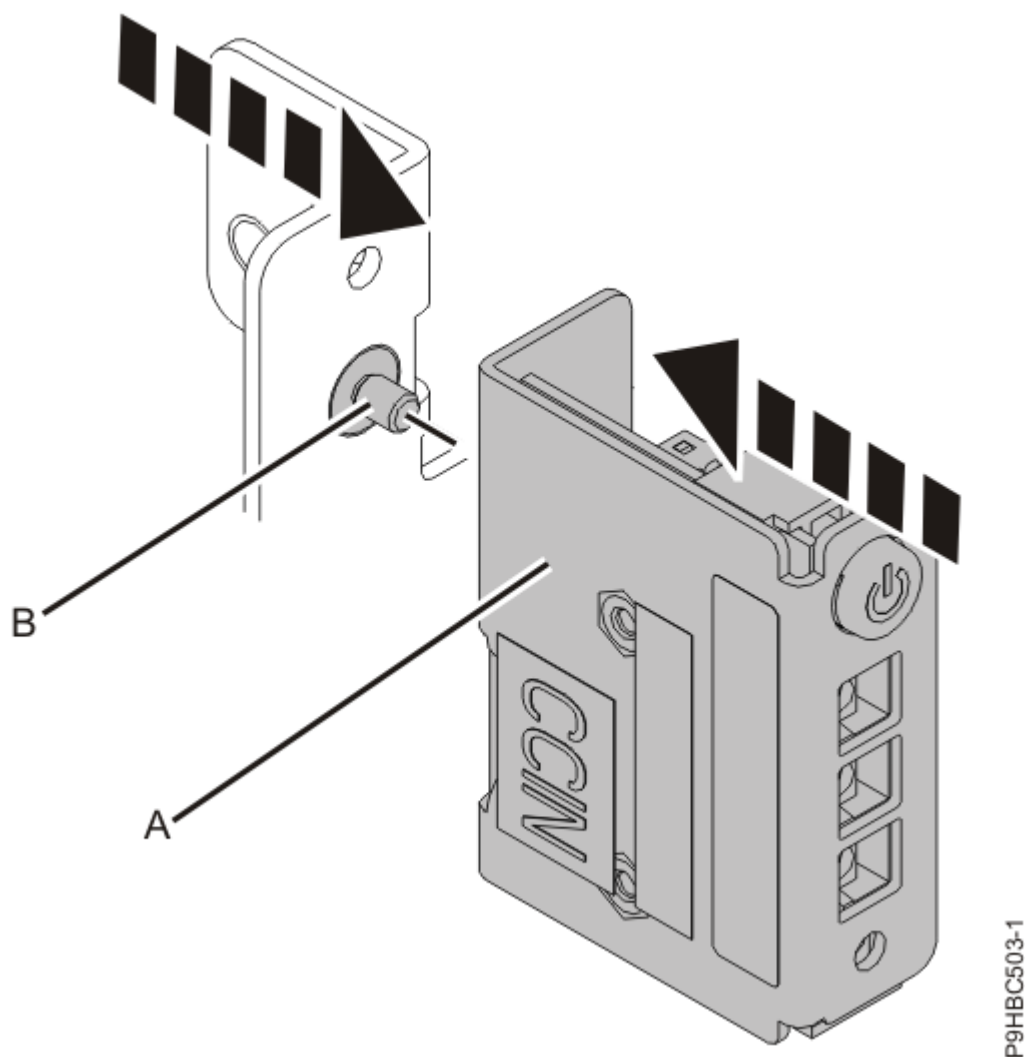

Figura 40. Substitució del panell de control a la peça de subjecció
5. Connecteu el panell de control **(A)** a la peça de subjecció amb un cargol **(B)** tal com es mostra a la Figura 40 a la pàgina 44.